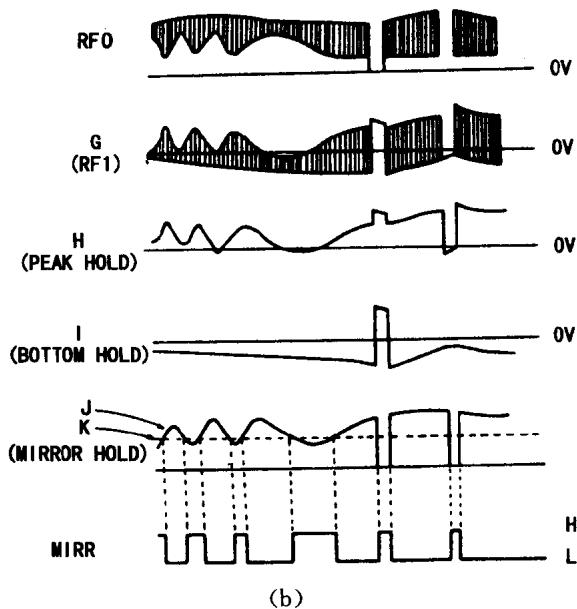

图 1.1.12 MIRROR 信号检测电路
MIRROR（瑕疵）检测电路的目的是用于检测光盘表面的污垢、槽面灰尘、指纹、轨迹跳跃等。一旦光盘表面受损严重，有指纹或灰尘，而造成 RF 信号输出大幅度减弱时，IC102 ⑩脚便会输出 MIRROR 信号加至 IC106（CXD2500BQ）⑧脚，IC106 根据⑧脚的信号，便会控制寻迹马达动作，进行跳跃轨迹。一个 MIRROR 信号会跳一个轨迹，MIRROR 检测电路如图 1.1.12 所示。